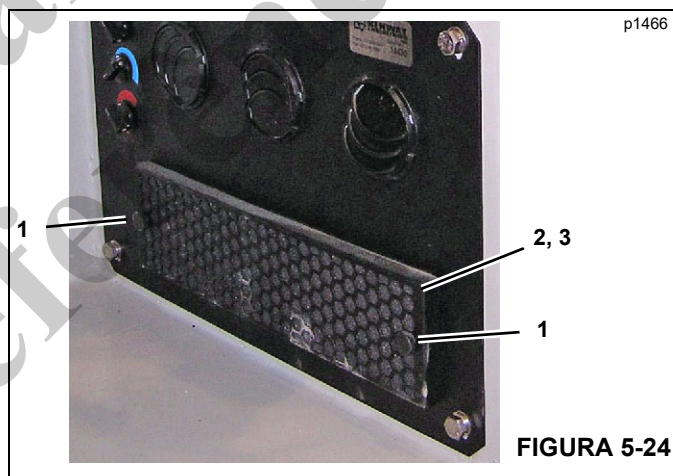

FIGURA 5-24
1. Remova os parafusos borboleta (1, Figura 5-24).
2. Remova a tampa de acesso (2).
3. Remova o filtro (3) e limpe-o com ar comprimido ou com água e sabão suave.